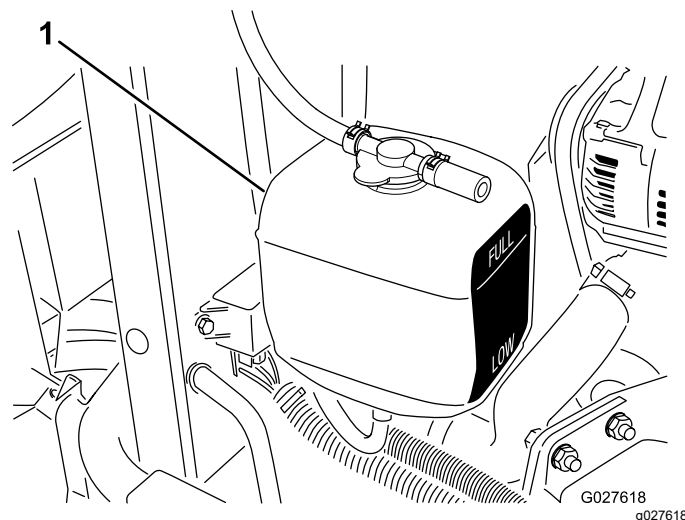

Figure 73
3. Vérifiez le niveau de liquide de refroidissement dans le vase d'expansion (Figure 73).